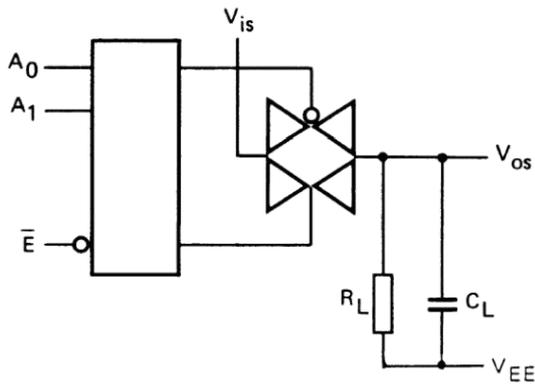

图 3
1. R_L=10KΩ到 V_{EE}; C_L=50pF 到 V_{EE}; E⁻ = V_{SS}; Vis=V_{DD} (方波); 如图 3 所示
2. R_L=10KΩ; C_L=50pF 到 V_{EE}; E⁻ = V_{SS}; An=V_{DD} (方波); 测量 t_{PLH} 时 Vis=V_{DD}, R_L 到 V_{EE}; 测量 t_{PHL} 时 Vis=V_{EE}, R_L 到 V_{DD}, 如图 3 所示
3. R_L=10KΩ; C_L=50pF 到 V_{EE}; E⁻ = V_{DD} (方波); 测量 t_{PHZ} 和 t_{PZH} 时, Vis=V_{DD}, R_L 到 V_{EE}; 测量 t_{PLZ} 和 t_{PZL} 时, Vis=V_{EE}, R_L 到 V_{DD}; 如图 3 所示
6. R_L=10KΩ到 V_{EE}; C_L=15pF 到 V_{EE}; E⁻ 或 An=V_{DD} (方波); 干扰是 |Vos| (峰值); 如图 3 所示